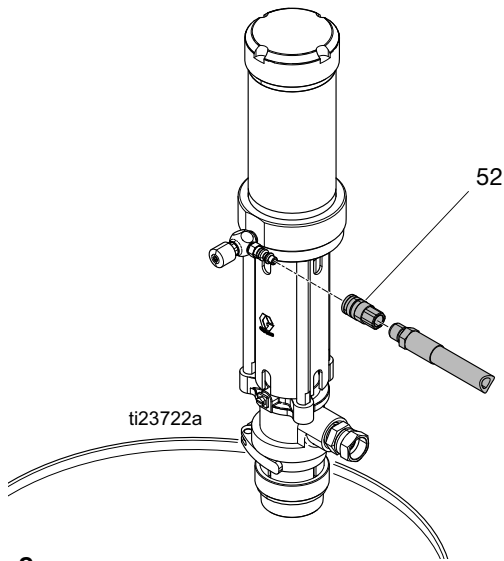

FIG. 8
5. Installare la linea dell'aria (DI minimo 76 mm (3/8 in.)) con il raccordo dell'aria a sgancio rapido (52) in dotazione. Vedere FIG. 8.